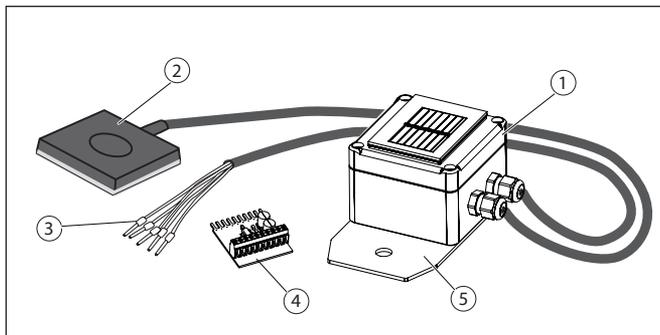

Fig. 2 Panoramica dei componenti
Sulla scatola del sensore è applicata una piastra di montaggio con foro per M10 (fig. 2 (4)). In questo modo il sensore può essere fissato direttamente sulla parte inferiore del modulo.